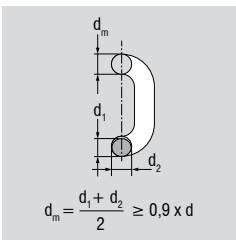

Abb. 13.3: Abnahme der Dicke des Kettengliedes
- Abnahme der Dicke des Kettengliedes an irgendeiner Stelle im Mittel um >10% (Abb. 13.3)